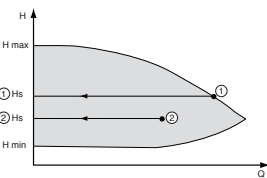

FIG. 4
**Ap-v** - L'électronique modifie de façon linéaire entre Hs et 1/2Hs la valeur de pression différentielle de consigne à respecter par la pompe. La valeur de pression différentielle de consigne H augmente ou diminue avec le débit demandé (Voir FIG. 4).
Réglage $\Delta$ -v : réglage sur une valeur de pression différentielles de consigne variable ( Voit FIG. 4 ).